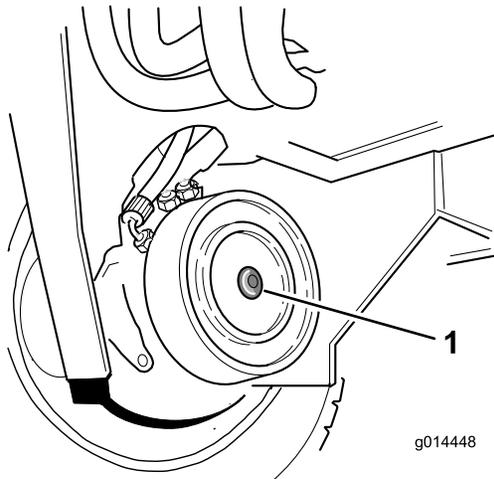

Bild 41
2. Machen Sie die rechte Vorderradmotorscheibenbremse ausfindig und entfernen Sie die Sechskantschraube (Bild 41).